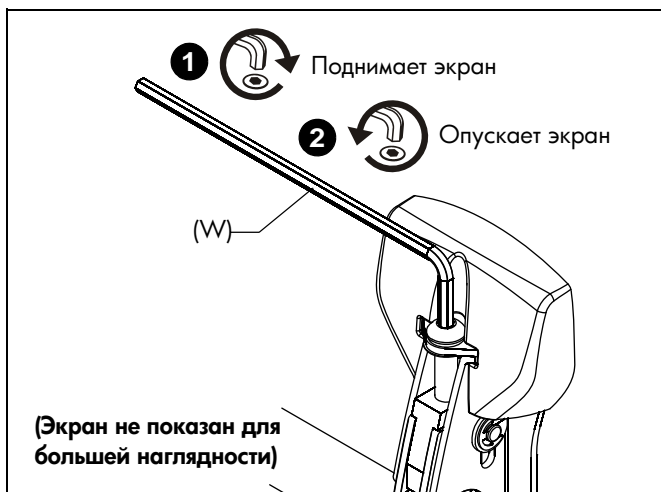

рис. 14
1. Поверните вправо (затянуто), чтобы поднять сторону экрана. (См. рис. 14)